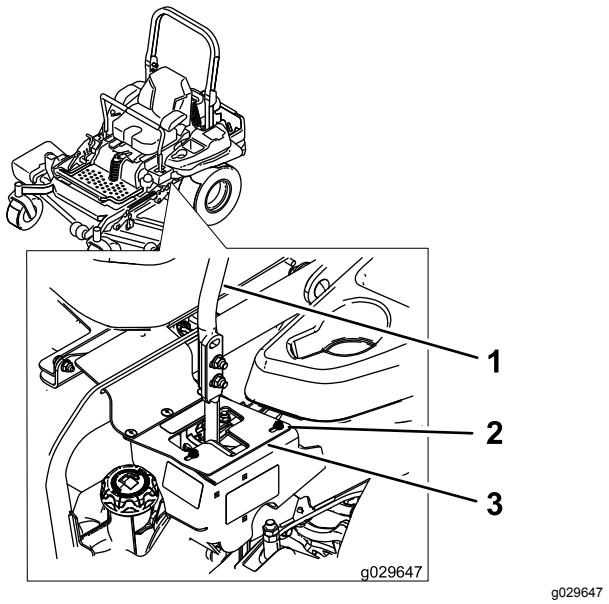

Figura 65
- Si la máquina se desvía hacia la derecha, afloje los pernos y ajuste la chapa del tope izquierdo hacia atrás en la ranura en T de la izquierda hasta que la máquina avance en línea recta (Figura 65).
- Si la máquina se desvía hacia la izquierda, afloje los pernos y ajuste la chapa del tope derecho hacia atrás en la ranura en T de la derecha hasta que la máquina avance en línea recta (Figura 65).
- Apriete la chapa del tope (Figura 65).